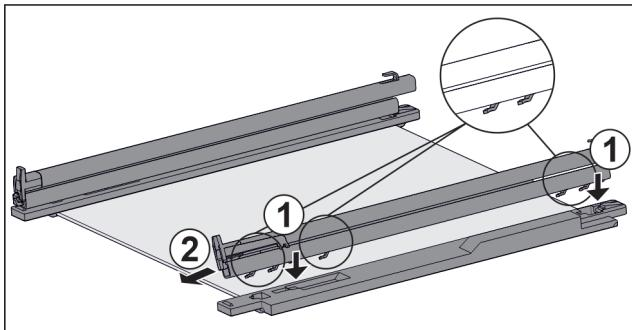

Fig. 154 Skleněná deska s kolejničkami a přídřžnými díly
- Nasadte háčky kolejničky na otvory **levého** přídřžného dílu. Fig. 154 (1)
- Vytáhněte kolejničku dopředu. Fig. 154 (2)
- Nasadte háčky kolejničky na otvory **pravého** přídřžného dílu. Fig. 154 (1)